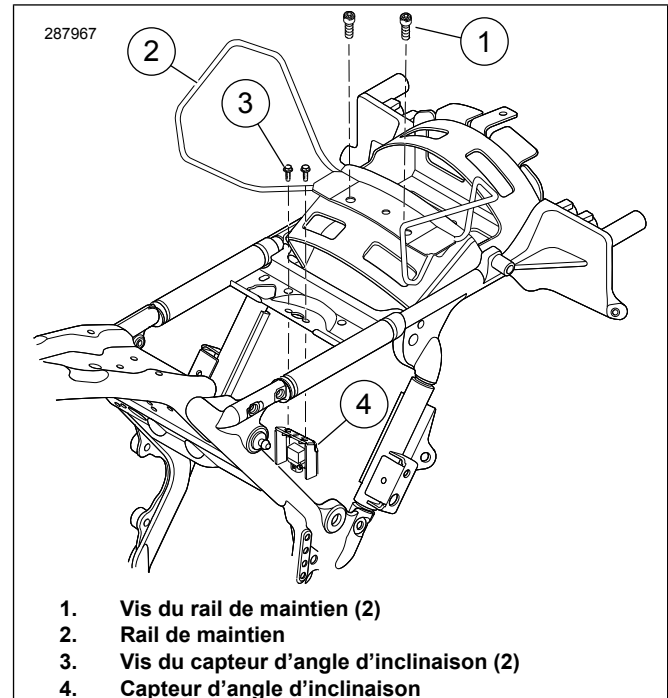

Figure 1. Enlever les vis du capteur d'angle d'inclinaison
5. **Si équipée d'un rail de maintien** : Consultez Figure 1. Enlever les vis (1) du rail de maintien et les jeter.
7. **Modèles 2009 à 2018** : Enlevez les vis (3) retenant le support du BAS (4).